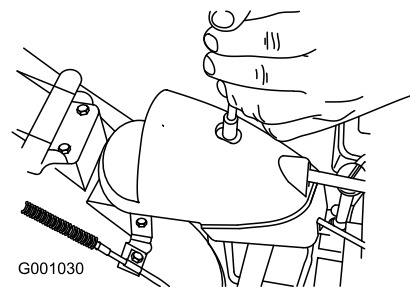

Bild 58
1. Nehmen Sie die Befestigung an der Getriebeabdeckung ab (Bild 58), heben Sie die Abdeckung vorne hoch und schieben Sie sie nach hinten.